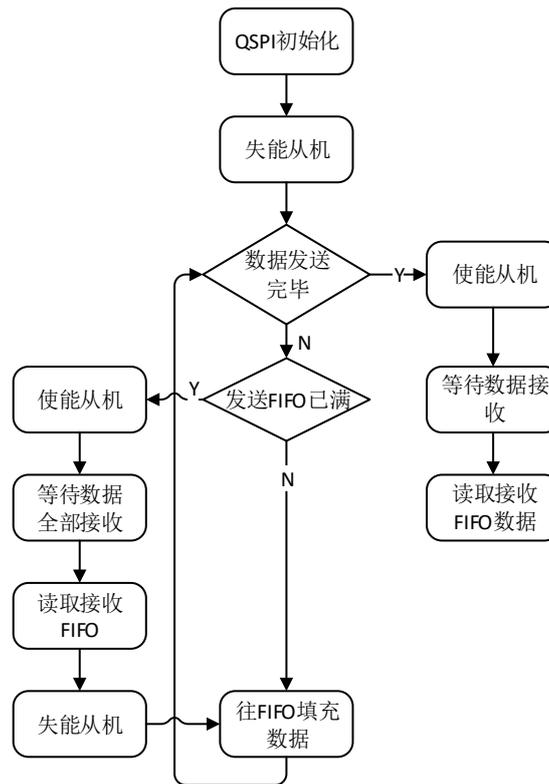

图 10 标准 SPI 模式批量传输流程图
b. 批量发送接收: 在标准 SPI 模式下进行批量发送和接收, QSPI 的操作流程如图 10 所示。首先失能从机, 即将 SLAEN 置 0, 再将数据填充到发送 FIFO 中。QSPI 的 FIFO 大小为 8*32bit。因此, 在往 FIFO 填充 8 次数据后, QSPI_STS 寄存器的 TFNF 会置零, 表示发送 FIFO 已满。如果发送 FIFO 已满, 则使能从机 (SLAEN 置 1) 将 FIFO 中的数据发送出去并等待数据的接收与读取。完成数据的读取后将从机失能, 继续往发送 FIFO 填充数据。当所有数据都填充到发送 FIFO 中后, 则使能从机, 将剩余数据发送出去并等待数据的接收与读取。